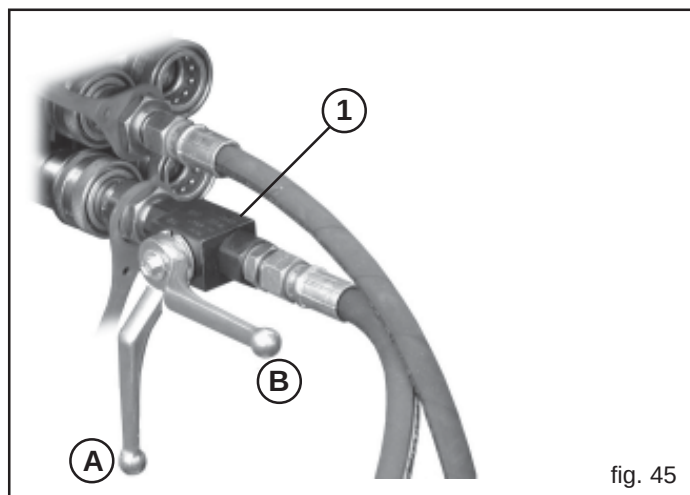

fig. 45
El dispositivo marcador de surcos incorpora una válvula que acciona alternativamente los dos brazos, reduciendo el empleo a un distribuidor hidráulico único del tractor. El tubo hidráulico de alimentación monta un grifo (1, Fig. 45) que es necesario para desconectar el funcionamiento del marcador de surcos. **Durante el transporte de la sembradora por la vía pública, la palanca del grifo debe estar en la posición (A, Fig. 45), para que el marcador no se pueda abrir accidentalmente, y en la posición B durante el trabajo.** Cuando no use la instalación, proteja las conexiones rápidas con las tapas correspondientes y coloque los tubos hidráulicos en su soporte.
- 5) Antes de accionar el dispositivo marcador de surcos, apoye la sembradora sobre el suelo y coloque la palanca del grifo en la posición (B) Fig. 45.
- 8) Coloque la palanca del grifo en posición (A) Fig. 45.